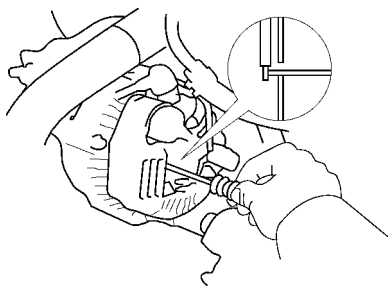

图 7-9 检查 IC 调节器和交流发电机
3) 检查 IC 调节器和交流发电机。将端子 F 接地，起动发动机检查端子 B 的电压读数，如图 7-9 所示。